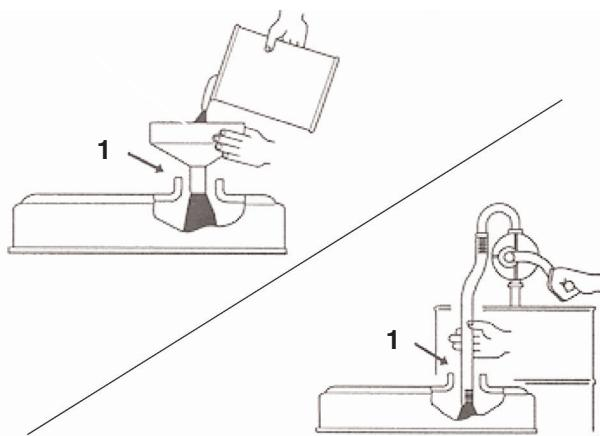

Figure 15
**Important** Lorsque vous faites l'appoint ou le plein d'huile moteur, maintenez un espace entre le dispositif de remplissage et le trou de remplissage dans le couvre-culasse, comme illustré à la Figure 15. Cet espace est nécessaire pour assurer l'aération pendant le remplissage et empêcher l'huile de déborder dans le reniflard.